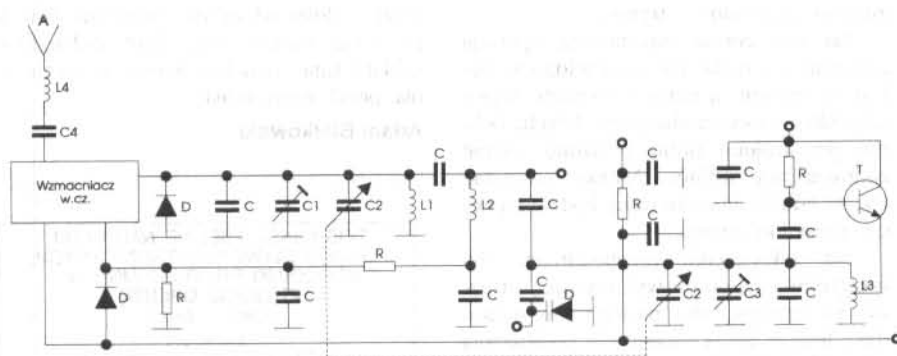

Rys. 2.
i wynosi 10,7MHz. Oprócz toru p.cz. do tej częstotliwości dostrojony jest także dekodér częstotliwości. Dlatego też potrzebny jest układ mieszacza, który powoduje, że sygnał odbieranej stacji zamienia się w sygnał o częstotliwości pośredniej. Taką częstotliwość uzyskuje się dzięki właściwościom elementów półprzewodnikowych, których charakterystyka prądowo-napięciowa I(U) jest nieliniowa. Wykres takiej charakterystyki przedstawia rysunek 2. Elementy półprzewodnikowe stosuje się także w innych układach, ale tak dobiera się ich parametry, że ta nieliniowość jest prawie niezauważalna. Jednak w tym przypadku nieliniowość ta jest pożądana.